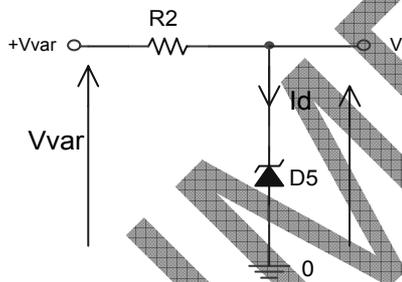

fig.4
3.4.1.1 Réaliser le schéma de la figure 4 avec : $R_p = R_2$